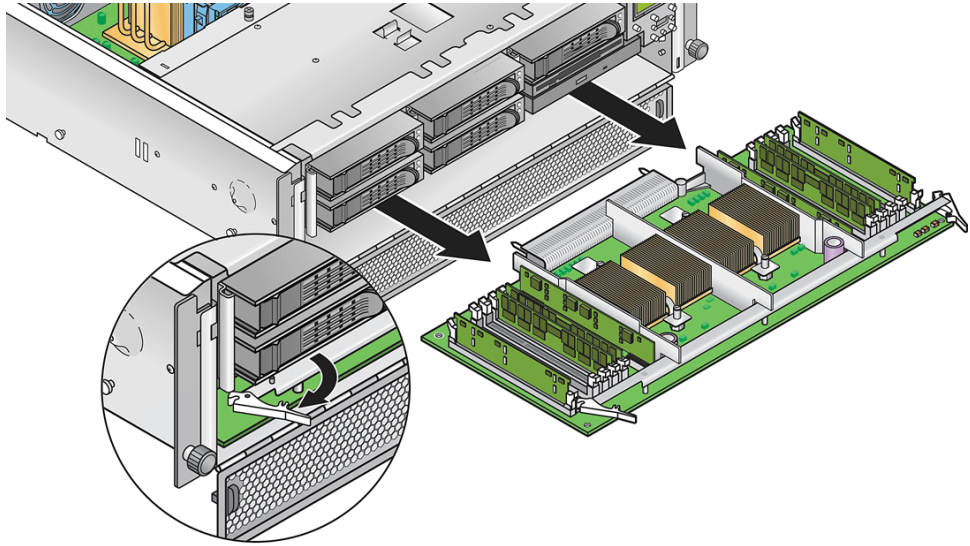

图 4-15 从底盘上拆除 CPU 卡
5. 同时打开 CPU 卡角上的两个塑料杆将其从底板上释放，然后小心地将其拉出服务器（请参见图 4-15）。